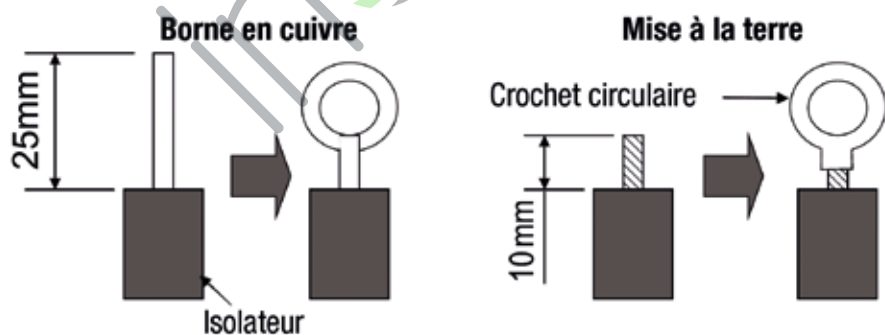

Fig. 29
1. Pour la borne en cuivre de la connexion (Fig. 29):
2. Pour la mise à la terre (Fig. 29):